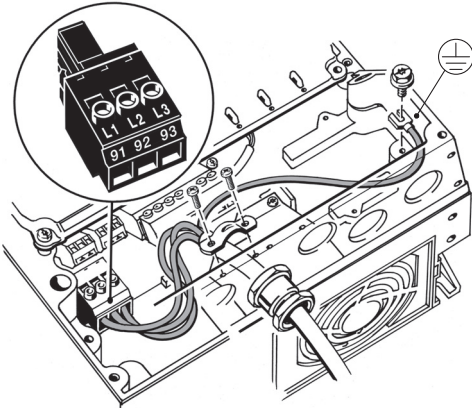

Fig. 21 Conexión de red (carcasas A4 y A5)
1. Conecte el conductor de aterrizaje a la terminal 95 (PE). Consulte la fig. 21.